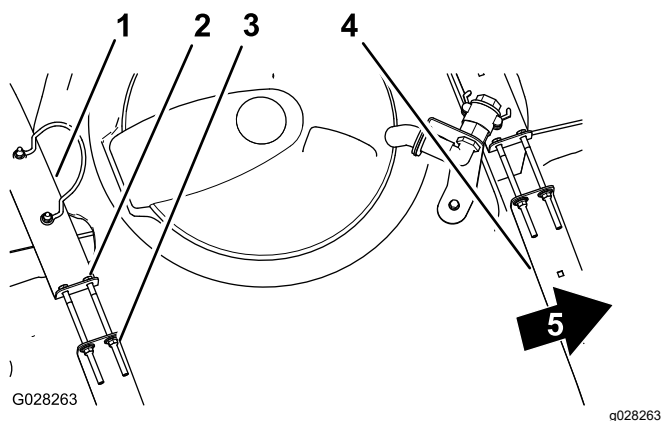

Figure 21
2. Vérifiez qu'il n'y a aucun jeu entre les sangles et la cuve (Figure 21).
et les boulons en haut des sangles jusqu'à ce que ces dernières soient parfaitement en appui sur la surface de la cuve (Figure 21).